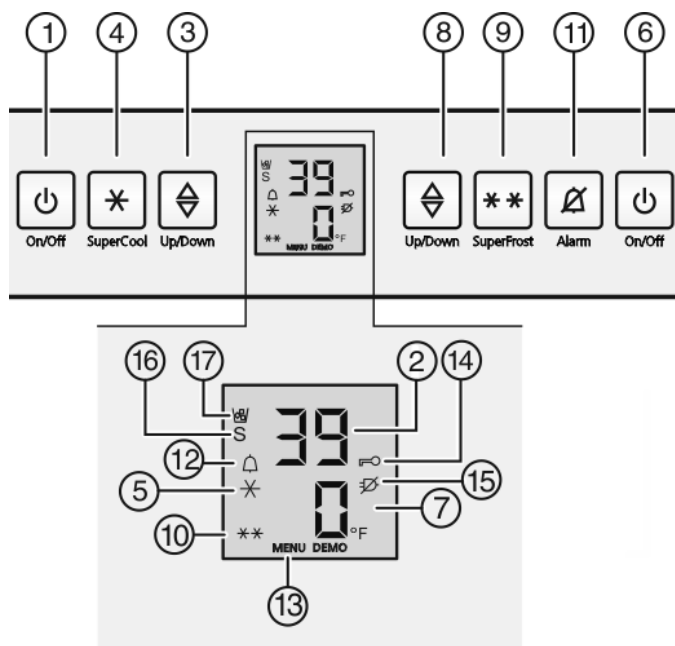

Fig. 3
- Pulse la tecla On/Off del compartimiento congelador Fig. 3 (6).
- Pulse la tecla On/Off del compartimiento frigorífico Fig. 3 (1).
- ▶ Activación del modo de ajuste: pulse la tecla SuperFrost Fig. 3 (9) durante 5 seg. aproximadamente.
- ▷ El símbolo de menú Fig. 3 (13) se ilumina.
- ▶ Utilice la tecla de ajuste del compartimento congelador Fig. 3 (8) para seleccionar °.
- ▶ Confirmación: Pulse la tecla SuperFrost Fig. 3 (9) brevemente.
- ▶ Utilice la tecla de ajuste del compartimento congelador Fig. 3 (8) para seleccionar °F o °C.
- ▶ Desactivación del modo de ajuste: Pulse la tecla On/Off Fig. 3 (6) del compartimento congelador.
- ▶ Activar el modo de ajuste: pulse la tecla SuperFrost Fig. 3 (9) durante aprox. 5 segundos.
- ▷ En el indicador se visualiza el símbolo Menú Fig. 3 (13).
- ▶ Utilice la tecla de ajuste del compartimento congelador Fig. 3 (8) para seleccionar c.
- ▶ Confirmar con la tecla SuperFrost Fig. 3 (9).
- ▷ El símbolo de seguridad para niños Fig. 3 (14) se ilumina en el indicador.
- ▶ Pulse brevemente la tecla On/Off del compartimento congelador Fig. 3 (6).
- ▷ El símbolo seguridad para niños Fig. 3 (14) desaparece.
- ▶ Pulse la tecla Alarm Fig. 3 (11).
Simultáneamente, parpadea la indicación de temperatura y el símbolo de alarma Fig. 3 (12).
El tono de aviso se desactiva automáticamente, el símbolo de alarma Fig. 3 (12) se apaga y la indicación de temperatura deja de parpadear cuando la temperatura vuelve a descender lo suficiente.